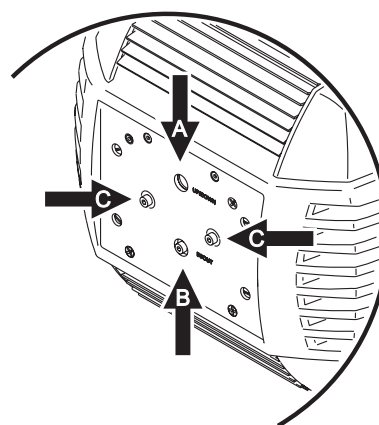

Bild 5: Justageschrauben
- Zentrieren Sie den hellsten Punkt der Abbildung vertikal mit Hilfe der oberen Inbusschraube (A) am Lampenmodul (siehe Bild 5.) Zentrieren Sie den hellsten Punkt der Abbildung horizontal mit den Inbusschrauben (C).
- Wenn der hot-spot sehr stark ist, drehen Sie die untere Inbusschraube (B) gegen den Uhrzeigersinn, bis das Licht gleichmäßig verteilt ist. Wenn der Lichtstrahl im Außenbereich heller als im Zentrum ist, oder die Lichtleistung zu gering erscheint, drehen Sie die Inbusschraube (B) im Uhrzeigersinn, bis die Helligkeit zunimmt und die Helligkeitsverteilung gleichmäßig ist.